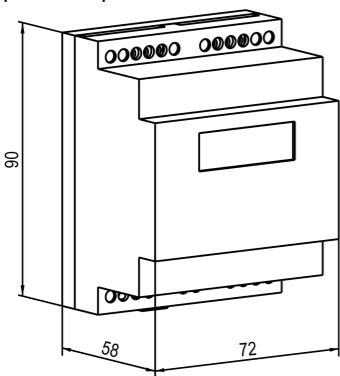

Рисунок 8 – Габаритные размеры корпуса Д
- Подготовить место на DIN-рейке для установки прибора (см. рисунок 8).